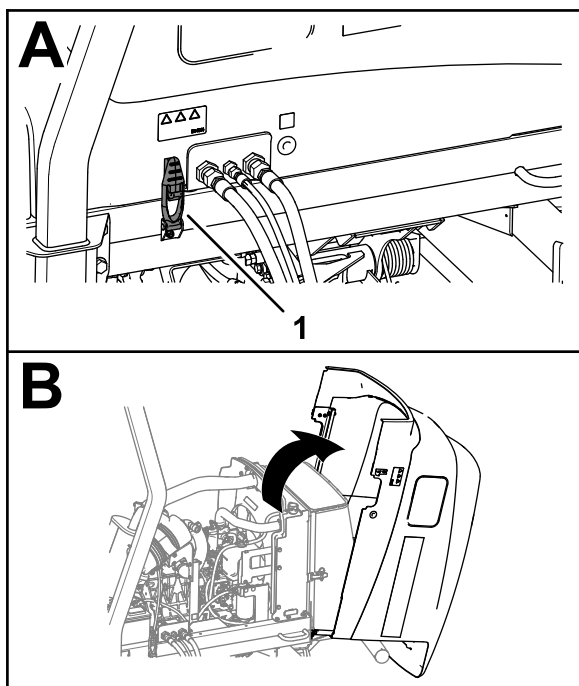

Figura 101
1. Desenganche los 2 cierres del capó (Figura 101).